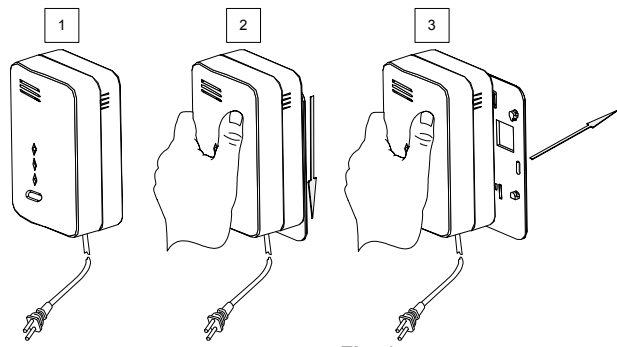

Fig. 1
1. Quite el soporte de montaje de la unidad como se ve en la Fig. 1